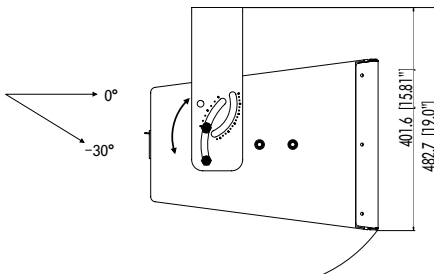

Fig. 7:
- sitzen beide Schrauben in Langloch (b) und bestimmen die Ausrichtung des Lautsprechers für einen Winkelbereich von 0° bis -30° (Fig. 7). An der im Langloch befindlichen Schraube kann der eingestellte Winkel, bezogen auf die Schraubenmitte, abgelesen werden.